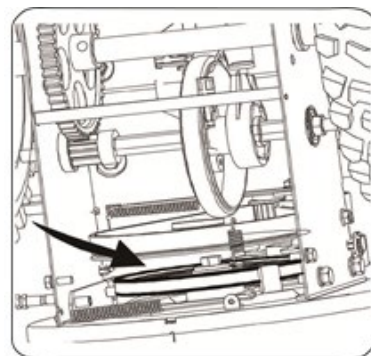

Bild 30
4. Skjut remmen av remskivan och mellan friktionshjulet och friktionshjulsskivan. Se bild 30.